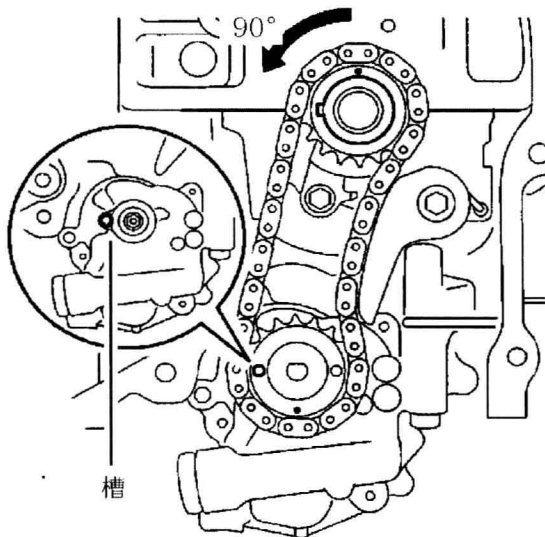

图 1-19 使机油泵驱动轴链轮的调节孔与机油泵的槽对准
(1) 按逆时针方向转动曲轴 90°, 使机油泵驱动轴链轮的调节孔与机油泵的槽对准, 如图 1-19 所示。